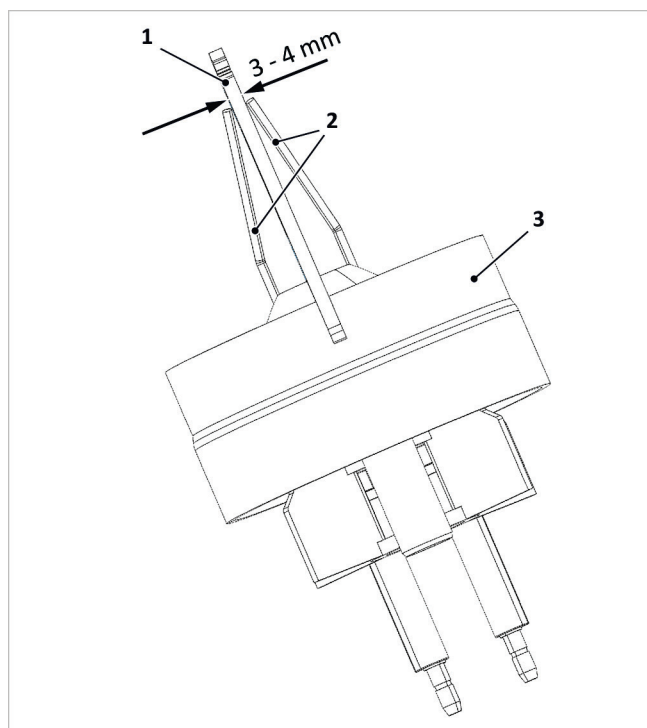

Abb. 150: Abstand Zündelectroden prüfen
3. Abstände der Electroden wie in → Abb. 150 gezeigt kontrollieren, ggf. durch vorsichtiges Biegen korrigieren.